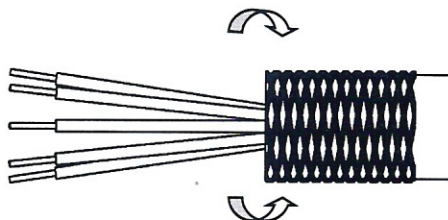

Рисунок 31 – Экранирующая оплетка
11.2 Завернуть экранирующую оплетку на внешнюю изоляцию (рис. 31).